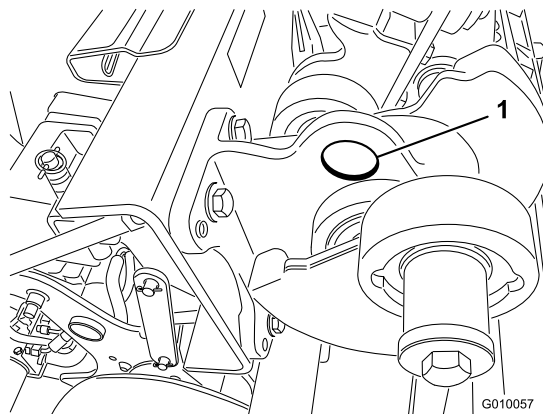

Рисунок 40
**Примечание:** По возможности используйте для подъема задней части машины подъемное устройство. В качестве точек подъема используйте проушины в корпусах подшипников вала азратора (Рисунок 40).